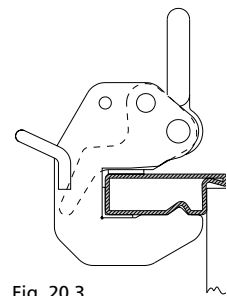

Fig. 20.3
3. Permitir que la palanca de seguridad regrese a su posición inicial y asegurar el gancho. (Fig. 20.3).